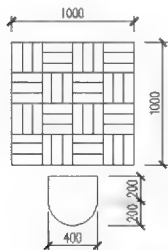

图 2.146 绘制餐桌和凳子
- (1) 绘制 1000mm×1000mm 矩形, 绘制矩形右下角图案。
- (2) 执行 2 次环形阵列生成桌面图形。
- (3) 用定义相对坐标基点和【矩形】命令绘制凳子, 如图 2.146 所示修改。